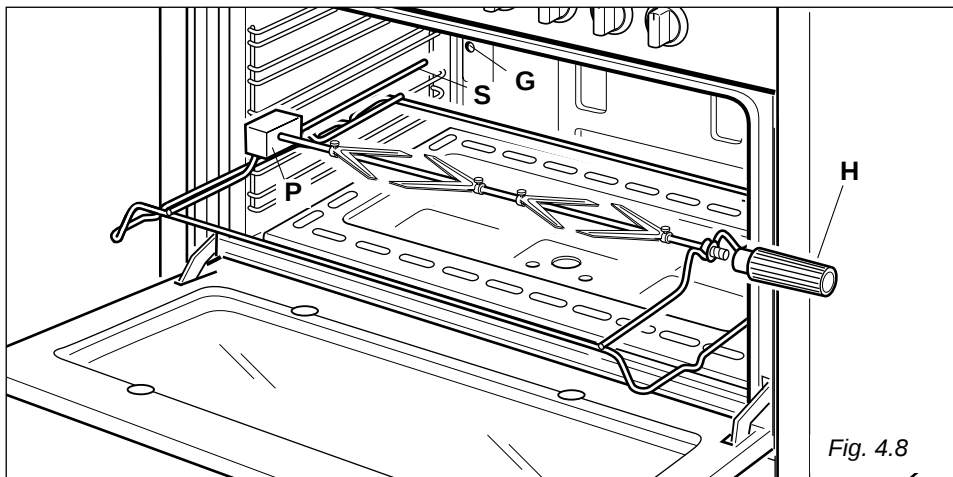

Fig. 4.8
- Insérer la tige dans le trou du renvoi **P** (Fig. 4.8) et enlever la poignée **H** en tournant vers la gauche.